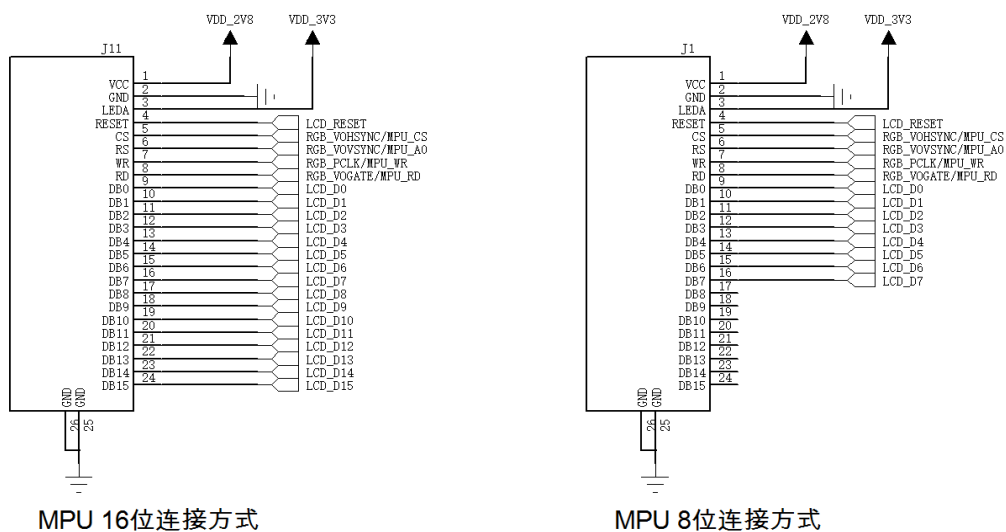

图 3-1 MPU 连接方式
- (1) 高位和低位的电源域不同，电压注意要统一。
- (2) MPU 仅支持 8080 接口模式，不支持 6800 接口模式。
- (3) 屏基本都是小屏应用，支持 8bit、9bit、16bit 和 18bit 四种数据位宽。
- (4) 在硬件设计时按低位对齐方式处理，如图 3-1 所示。